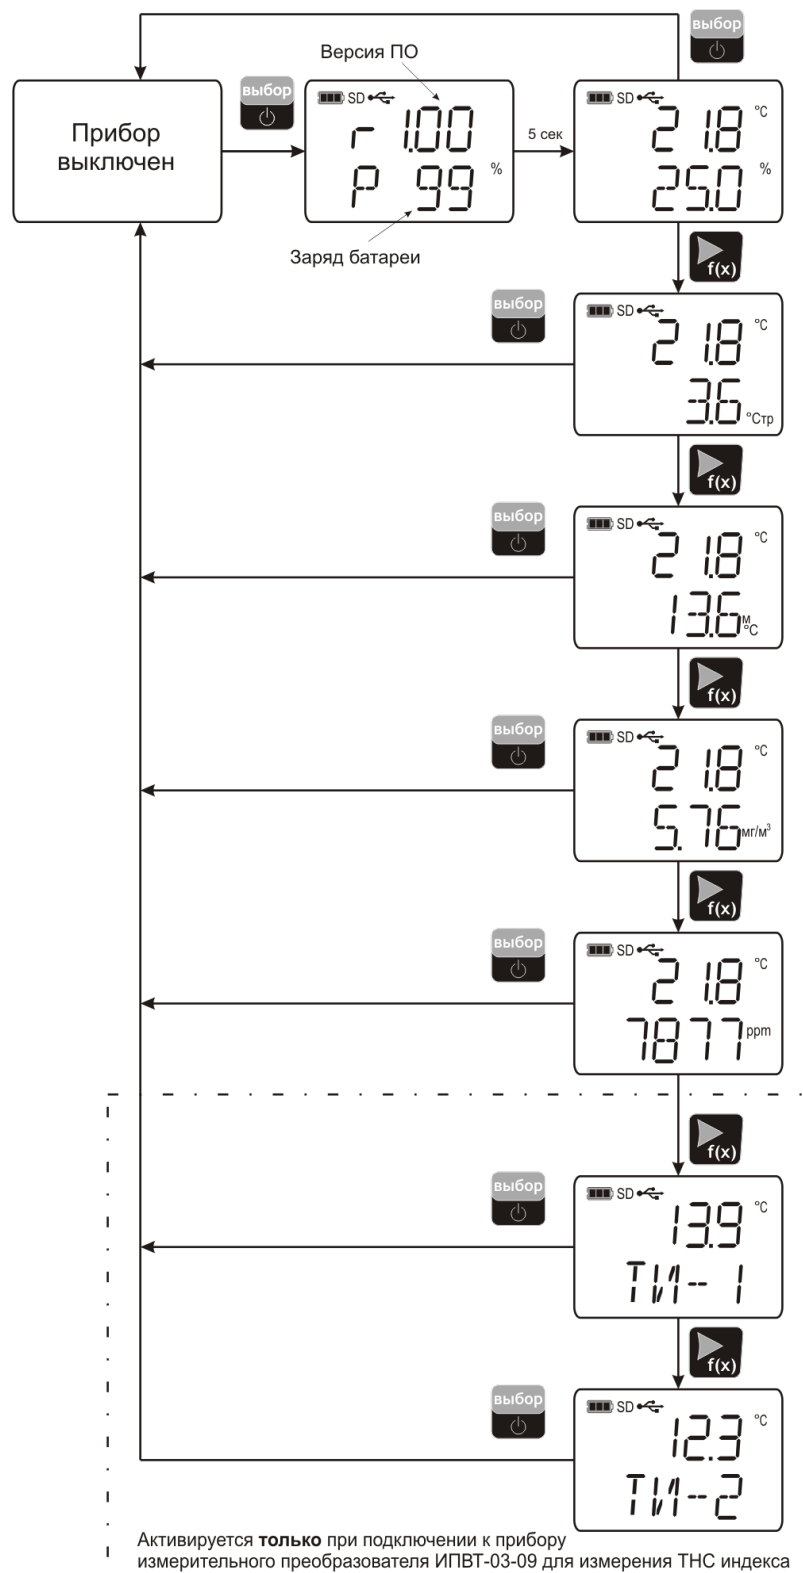

Рисунок 5.1 Режим РАБОТА ИВТМ-7 К(-Д)-1
- 4.6 Для определения индекса ТНС установить преобразователь ИПВТ-03-09 (чёрная сфера, см. **ПРИЛОЖЕНИЕ Г**, пункт 6) на штатив-треногу (рекомендуется располагать черную сферу руководствуясь СанПиН 2.2.4.548-96), кнопкой  выбрать требуемый для расчета индекс (ТИ-1 или ТИ-2 (см. рисунок 5.1)), по истечении 15 минут зафиксировать показания прибора.
При эксплуатации прибора его функционирование осуществляется в одном из режимов: РАБОТА или НАСТРОЙКА. После включения и самодиагностики прибор индицирует версию рабочего ПО, заряд батареи в % (см. рисунок 5.1) и переходит в режим РАБОТА.